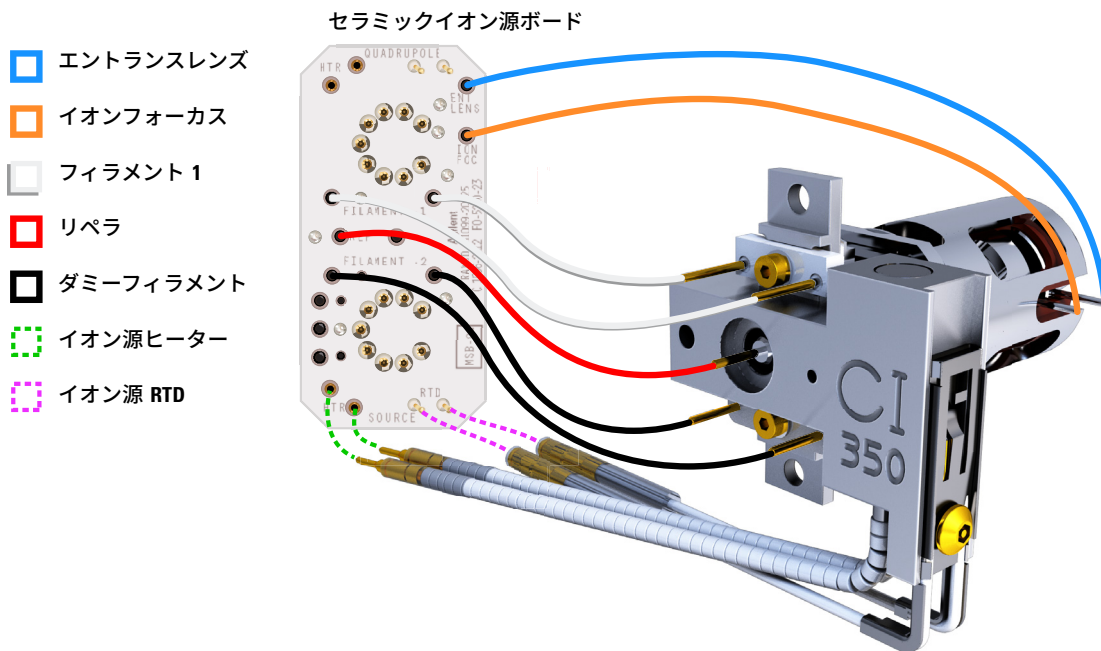

図 74 セラミックイオン源ボードとイオン源の配線
- 1 ペンチを使って、セラミックボードのリード線をイオン源コネクタに接続 / 外します。(図 74 を参照してください)。
- 2 ペンチを使用して、イオン源ヒーターのリード線をセラミックイオン源ボードに接続、または外します。(図 74 を参照してください)。